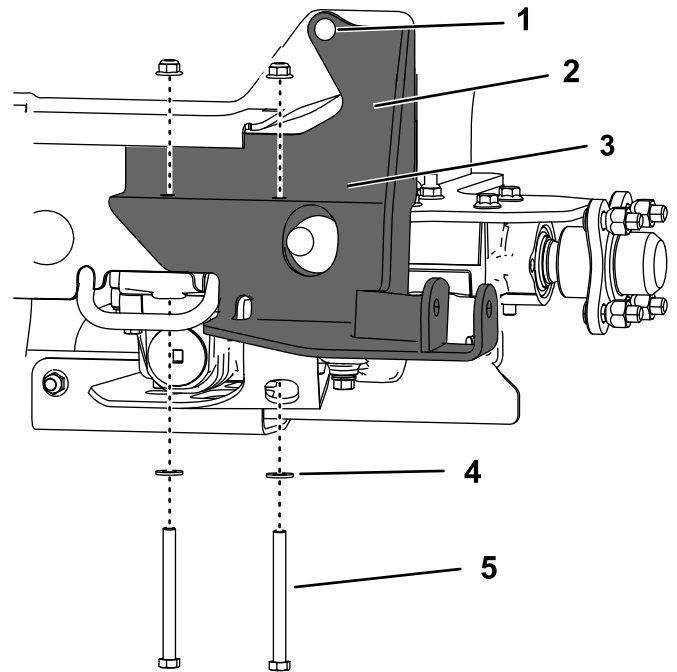

Figure 10
6. Fixez le support inférieur à la transmission à l'aide des 2 écrous que vous avez retirés, 2 rondelles plates et 2 boulons ($\frac{3}{8}$ " x 4"), comme montré à la Figure 10.